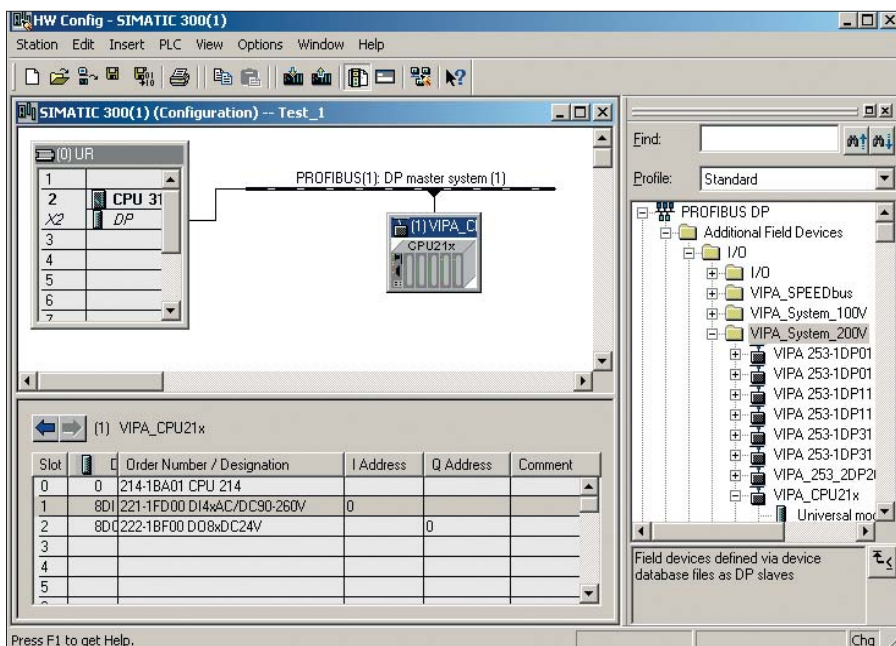

Рис. 1. Добавление модуля VIPA в аппаратном configurаторе Hardware Configurator
5. Откройте папку **PROFIBUS-DP** в библиотеке **Hardware Catalog**, перейдите в подпапку **Additional Field Devices** → **I/O** → **VIPA** (рис. 1). Выберите в списке доступных объектов необходимый, например **VIPA_CPU21x** для работы с ПЛК серии 200V, и переместите его мышью к линии сети PROFIBUS. В появившемся диалоговом окне **Properties PROFIBUS interface** выберите адрес **DP address**, равный 1, и нажмите **OK**. Теперь виртуальный ведомый DP-модуль соединен с PROFIBUS.
6. Щёлкните мышью на добавленном объекте **VIPA_CPU21x**, в нижней части экрана появится таблица. Выберите слот 0, после чего перейдите в библиотеку **Hardware Catalog** и найдите в списке необходимый модуль ПЛК, например 214-1BA01 CPU214. После двух щелчков мыши он добавится в слот 0 (рис.1). Аналогично вносятся и дополнительные модули расширения, используемые в системе.